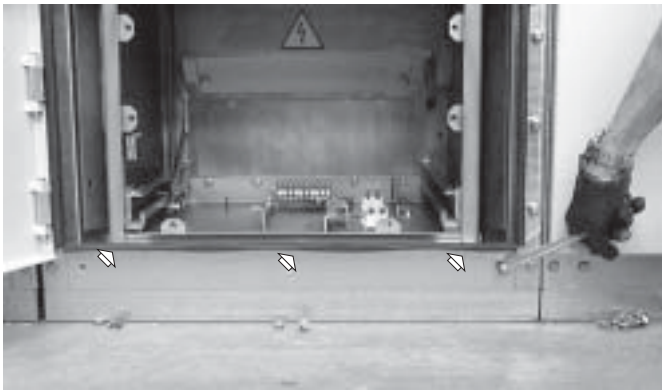

Fig. 78e _____
- svitare le viti di fissaggio del pannello alla base del quadro (fig. 78e);
- loosen the panel fixing screws on the switchboard base (fig. 78e).